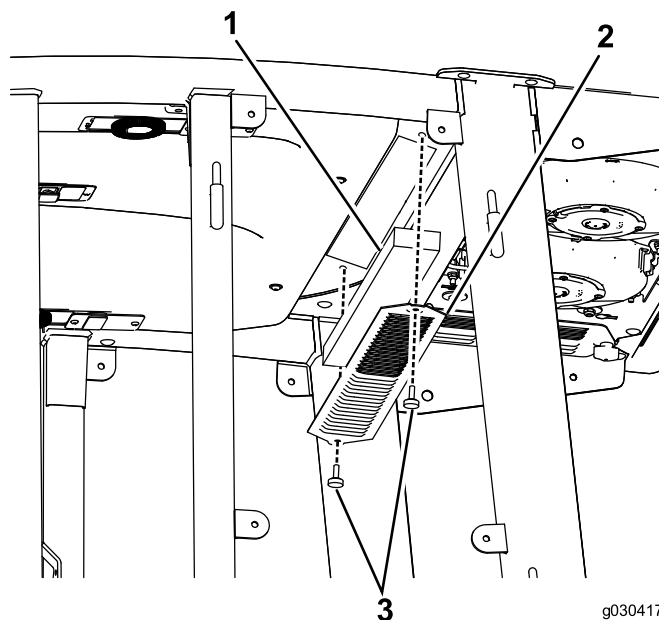

Рисунок 53
- Удалите барашковые винты и решетки из внутрикабинного и заднего воздушных фильтров (Рисунок 53).